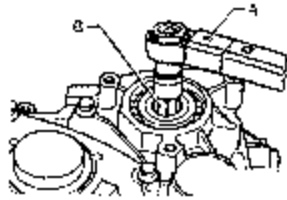

图 7-168 拆卸张紧螺栓 (A-扭力扳手 B-22mm AF 套筒连接杆)
(3) 拆卸和安装张紧螺栓。拆卸和安装张紧螺栓，要松开或拧紧啮合驻车闭锁器。如图 7-168 所示。